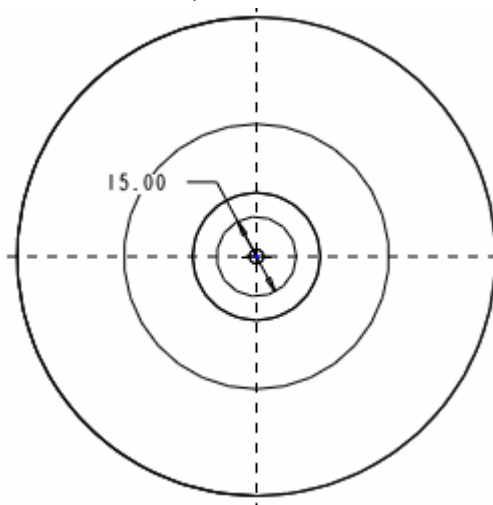

图 65-6
- (1) 单击菜单【编辑】 【填充】，打开填充特征操控板。
- (2) 单击 ，系统显示《剖面》对话框。选择基准面 DTM1 为草绘平面，RIGHT 基准面为参照平面，接受系统默认的视图方向。
- (3) 单击【草绘】，进入草绘工作环境，绘制如图 65-6 所示的圆作为填充截面。